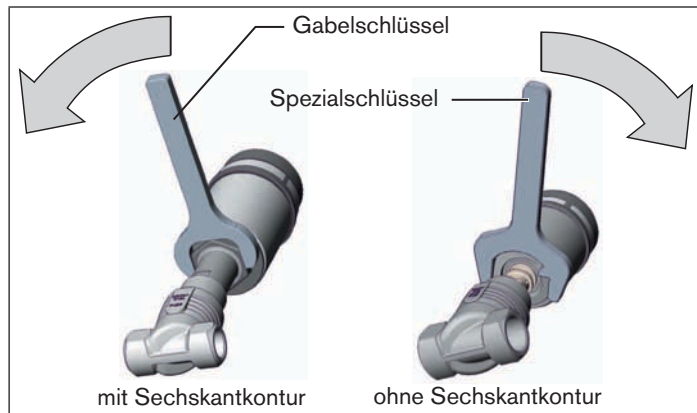

Bild 18: Drehen mit Gabelschlüssel / Spe­zi­alschlüssel
- Den Antrieb **nur im vorgegebenen Richtungssinn** drehen (siehe „Bild 18“!)